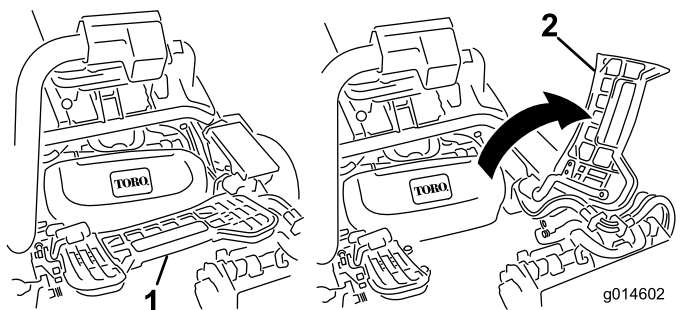

Figura 42
1. Sollevate il poggiapiedi e ruotatelo per aprirlo, creando accesso alla posizione dell'apparato di taglio centrale (**Figura 42**).